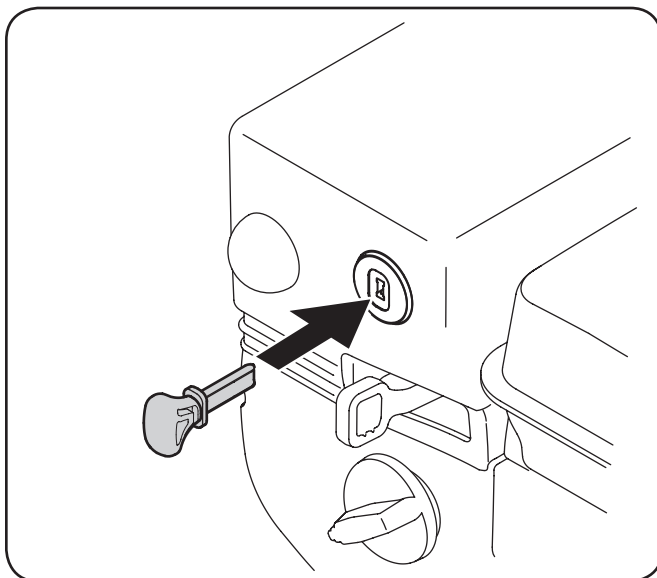

Figura 5-1
2. Inserte la llave de encendido completamente dentro de la ranura, Figura 5-1. Cerciérese de que calce bien en su lugar. NO gire la llave de encendido. El motor no puede arrancar si la llave no está completamente insertada en el interruptor de encendido.
1. Inserte la llave de encendido completamente dentro de la ranura, Figura 5-1. Cerciérese de que calce bien en su lugar. NO gire la llave de encendido. El motor no puede arrancar si la llave no está completamente insertada en el interruptor de encendido.